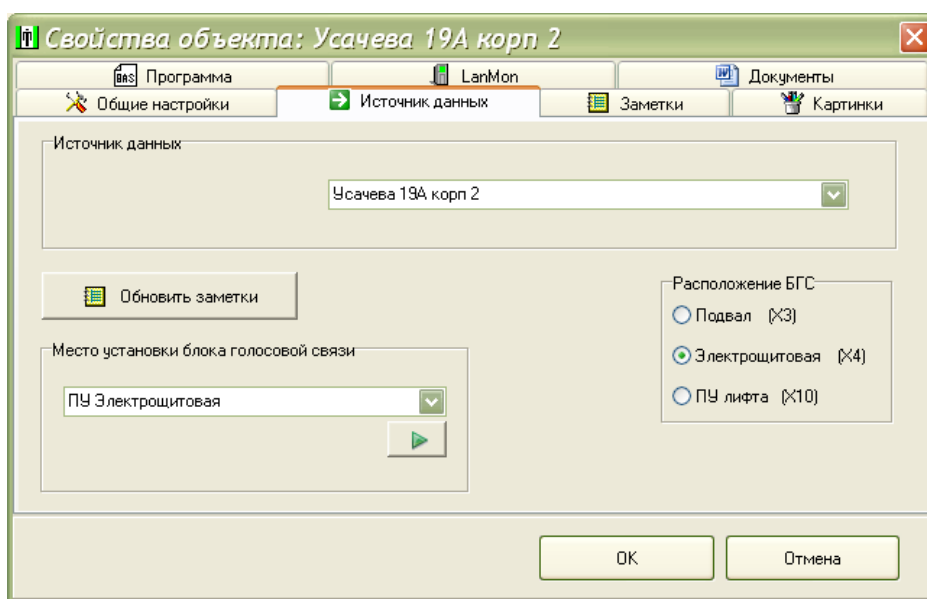

Рисунок 31
3) На вкладке «Источник данных» выбрать из списка источник данных, т.е. блок БДК-Л-3М2, БДК-Л-4М2, БДК-Л-3М2-УКЛ, БДК-Л-4М2-УКЛ, к которому подключен этот БГС-ПМ, указать расположение БГС-ПМ (номер разъема лифтового блока, к которому подключен БГС-ПМ), выбрать из списка звуковых файлов место установки блока голосовой связи, например, электрощитовая, в зависимости от того, где установлен БГС-ПМ (рисунок 31).